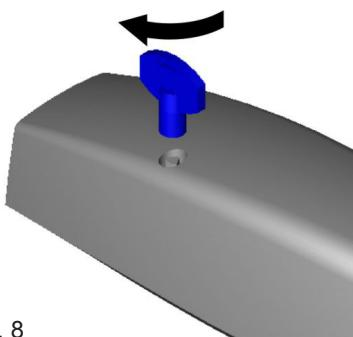

Fig. 8
- STONE / I : enlever le bouchon de protection (Fig. 7), introduire la clé fournie dans le logement spécifique et tourner dans le sens des aiguilles d'une montre de manière à arriver au point de butée ; à ce point le piston est débloqué (Fig. 8). Pour refermer le portail et le bloquer, dans une situation d'urgence, il suffira de tourner la clé spécifique de déblocage dans le sens inverse à celui des aiguilles d'une montre. À ce point, le blocage se produira automatiquement lors de la première manœuvre de fermeture du portail aussi bien automatique que manuelle.
- STONE / I : quite el tapón de protección Fig.7, introduzca la llave suministrada en el orificio respectivo y gírela en el sentido horario hasta llegar al tope; entonces el pistón quedará desbloqueado Fig. 8. Si hubiera que cerrar la cancela y bloquearla en una situación de emergencia, habrá que girar la llave de desbloqueo en el sentido antihorario. Entonces, el bloqueo se efectuará automáticamente en la primera maniobra de cierre de la cancela, sea esta automática o manual.